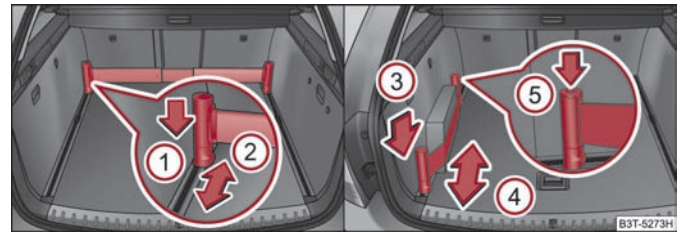

Abb. 93 Teleskopstange und Spanngurt
- Drücken Sie den oberen Teil des Halters in Pfeilrichtung ① ⇒ Abb. 93 und schieben Sie ihn gleichzeitig in die gewünschte Position, Pfeil ②.
- Drücken Sie den Halter in Pfeilrichtung ③ ⇒ Abb. 93 und schieben Sie ihn gleichzeitig in die gewünschte Position, Pfeil ④.
- Drücken Sie die Taste ⑤ auf der oberen Seite des Halters und spannen Sie den Gurt straff.
- Sie können den Spannungsgurt durch Drücken der Taste ⑤ auch vollständig aufrollen ⇒ Abb. 93.